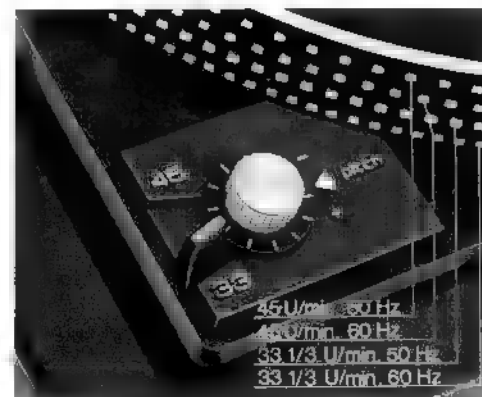

Fig. 13
Jede der beiden Normdrehzahlen 33 1/3 und 45 U/min kann mit der Tonhöhenabstimmung variiert werden. Die Einstellung erfolgt mit dem Drehknopf „pitch“ (2) (Fig. 13). Regelbereich bei 33 1/3 U/min ca. 1/2 Ton (6 %). Mit der Tonhöhen-Abstimmung lassen sich Tonlage und Tempi der Wiedergabe individuell regeln, z.B. wenn ein Instrument zur Schallplatte gespielt wird und die Tonhöhe der Platte darauf abgestimmt werden soll, oder einige Musikakte genau auf die Länge einer Filmszene gebracht werden sollen.
Chacune des 2 vitesses normalisées 33 1/3 et 45 tr/mn peut être modifiée par le réglage de la hauteur du son (2) (Fig. 13).
Each of the two standard speeds (33 1/3 and 45 rpm) can be varied with the pitch control. Adjustment is made with pitch control knob (2) (Fig. 13).
Eik van de twee toerentallen 33 1/3 en 45 t.p.m. kan met de fijnregeling (2) worden veranderd. De bijregeling van het toerental geschiedt door middel van de knop "pitch" (2) (Fig. 13).
Cada una de las dos velocidades normalizadas de 33 1/3 y 45 r.p.m. puede ser modificada por medio del control de la altura tonal (2). El ajuste correcto se efectúa con el botón „pitch" (2) (Fig. 13).
Skivspelaren har fininställning (2) av båda varvtalen 33 1/3 och 45 varv/min, som kan varieras. Inställning sker med "pitch"-ratten (2) (Fig. 13).
L'altezza del tono può essere variata in ognuna delle due velocità, 33 1/3 e 45 giri/min. La regolazione si effettua a mezzo della manopola "pitch" (2) (Fig. 13).